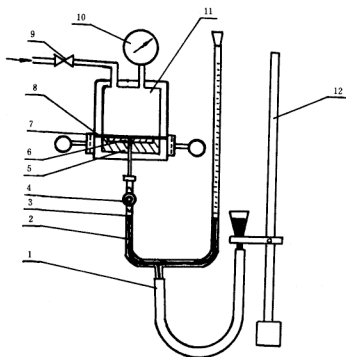

图1 透气仪构造示意图
3.1 透气仪由透气室（分为高压侧和低压侧）、测量装置和恒温浴组成。其构造如图1所示：